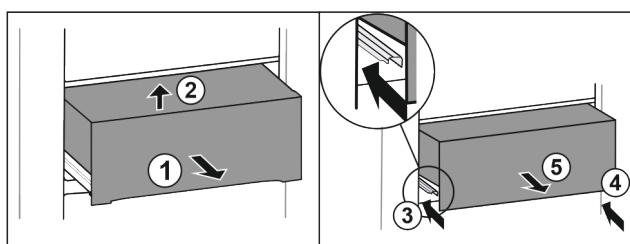

Fig. 30 *
- ▶ Wyciągnąć szufladę do połowy Fig. 30 (1).*
- ▶ Unieść z przodu Fig. 30 (2).*
- ▶ Wsunąć lewą szynę Fig. 30 (3).*
- ▶ Wsunąć prawą szynę Fig. 30 (4).*
- ▶ Wyjąć szufladę do przodu Fig. 30 (5).*